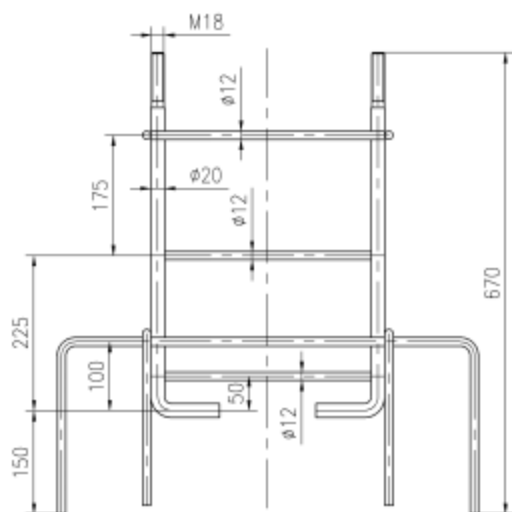

图1
- 1) JMA-04X钟摆器的安装方式为预埋式，即采用预埋架（如图1）将器材固定；其对安装器材的土质要求如下：在距地表800mm深度以内其土质不低于强度中等的土质要求（注：GB/T 50145-2007《土的工程分类标准》 5.1.2干强度试验：将一小块土捏成土团，风干后用手指捏碎、掰断及捻碎，并应根据用力的大小进行区分：稍用力即可捏碎或掰断为干强度中等。）